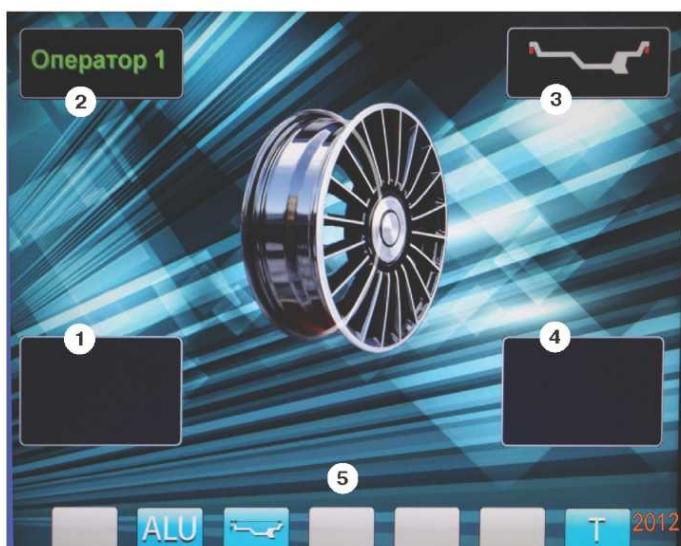

рис.8.2.
8.3. После включения питания СБ на экране монитора отображается фирменная заставка, которая через несколько секунд сменяется отображением экрана основного рабочего режима (рис. 8.2).
Для выбора схем расположения грузов в программах ALU1-ALU5 необходимо, находясь в режиме основного рабочего экрана, нажать кнопку «ALU», при этом открывается окно схем установки грузов, отмеченных номерами рис11.3. Если после введения размеров колеса установленлся экран ввода геометрических параметров, необходимо перейти в экран основного рабочего режима нажатием кнопки «STOP». Для выбора нужной схемы нажмите кнопку верхнего ряда клавиатуры с соответствующим номером. Выбранная схема установки грузов отображается в окне 3 экрана основного рабочего режима (рис. 8.2).